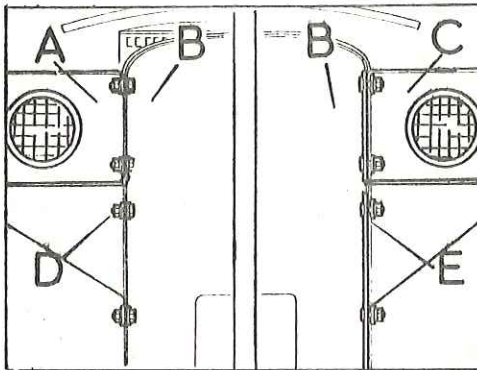

Fig. Q1-15 Elementos de fijación de la calandra a las aletas
- 2.6. Soltar los elementos de fijación, C y E (Fig. Q1-15) de la calandra, B, a las aletas, A y C, teniendo en cuenta que las tuercas están situadas en la parte interior de la calandra.